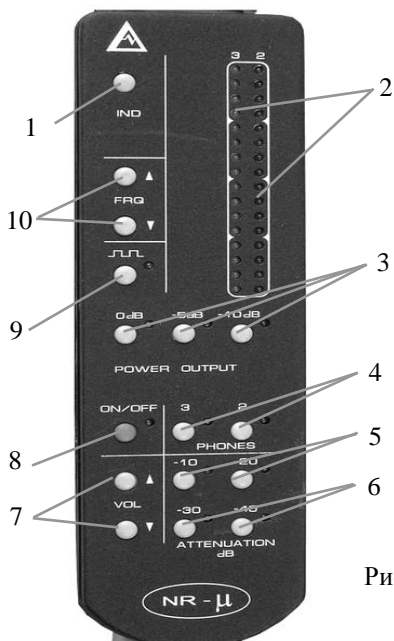

Рис. 4 Внешний вид пульта управления и индикации
5.6. Пульт управления и индикации представлен на рис. 4.
Рис. 4а